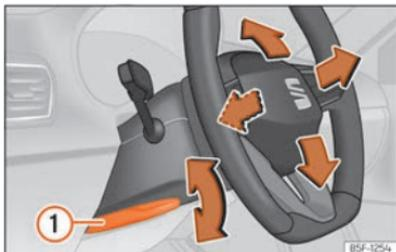

Fig. 63 Palanca en la parte inferior del lateral izquierdo de la columna de dirección.
- Tire de la palanca >>> **fig. 63** ① hacia abajo, mueva el volante hasta la posición deseada y vuelva a subir la palanca hasta el punto de cierre.
- Tras ajustar la columna de la dirección, empuje firmemente la palanca >>> **fig. 63** ① hacia arriba para que el volante no cambie de posición accidentalmente durante la marcha.